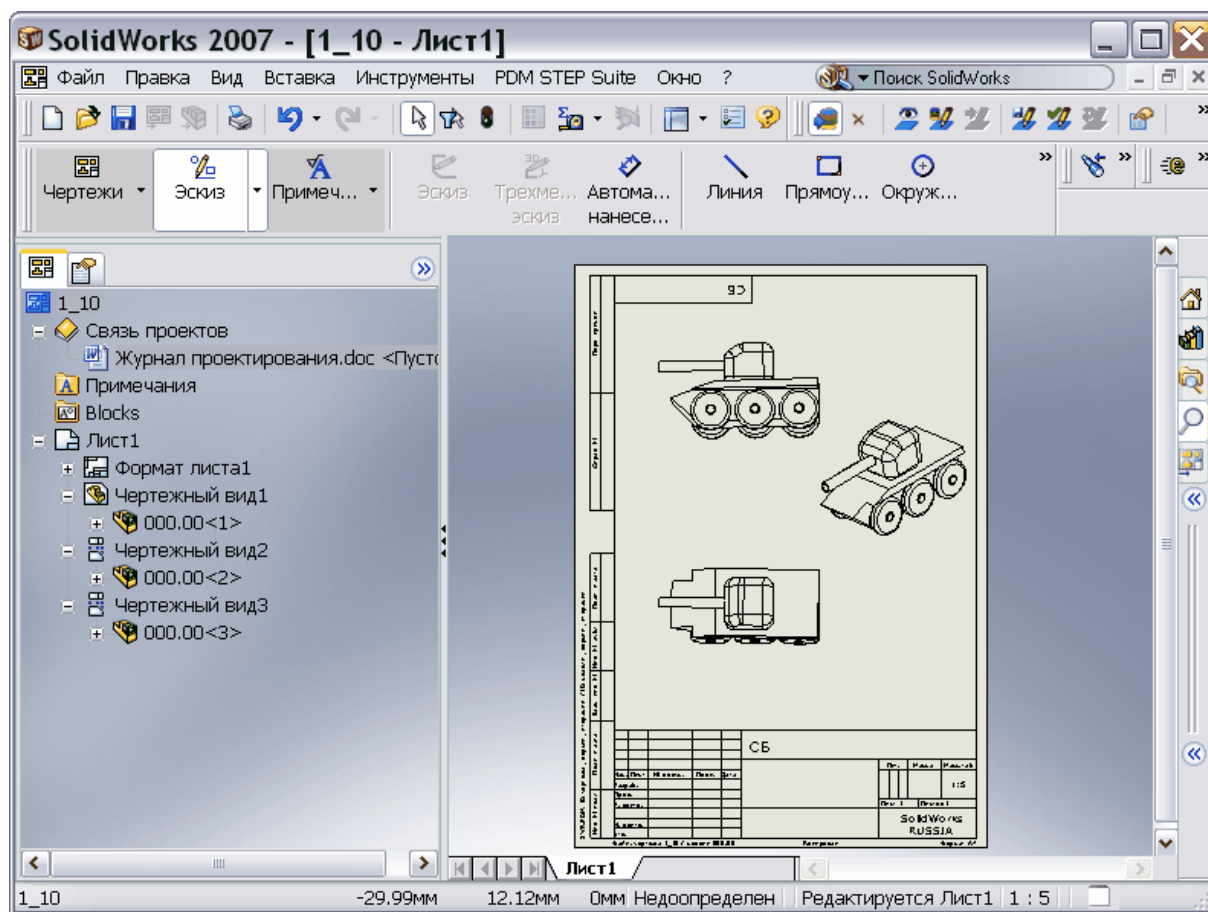

Рис. 78
3. Создайте нужные виды модели БМП, например, главный вид, вид сверху и изометрический вид (Рис. 78).
Для дальнейшей работы будет использован сборочный чертеж БМП, созданный в SW (Рис. 78) и сохраненный в БД PSS «SolidWorks», как описано в разделе «Создание сборочного чертежа БМП и сохранение в БД PSS».